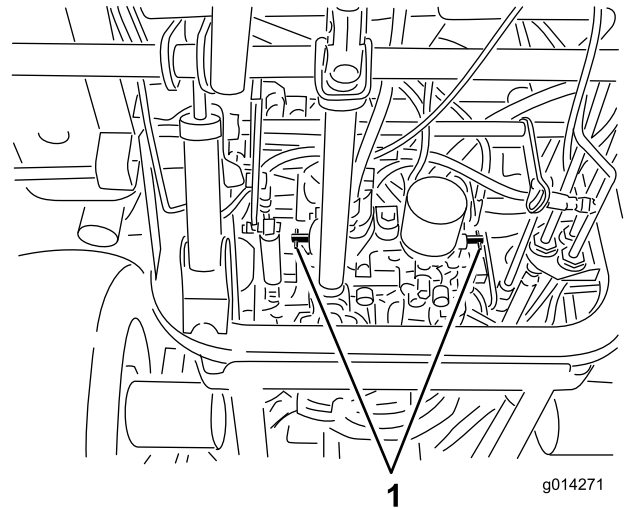

図 25
3. 各バイパスバルブを左回りに1回転させる 図 25。
1. 各バイパスバルブを右に回転させて手締めする 図 25。
2. 図 25に示すように、バルブを $8\text{N}\cdot\text{m}$ $0.8\text{kg}\cdot\text{m}$ = $71\text{in}\cdot\text{lb}$ にトルク締めする。